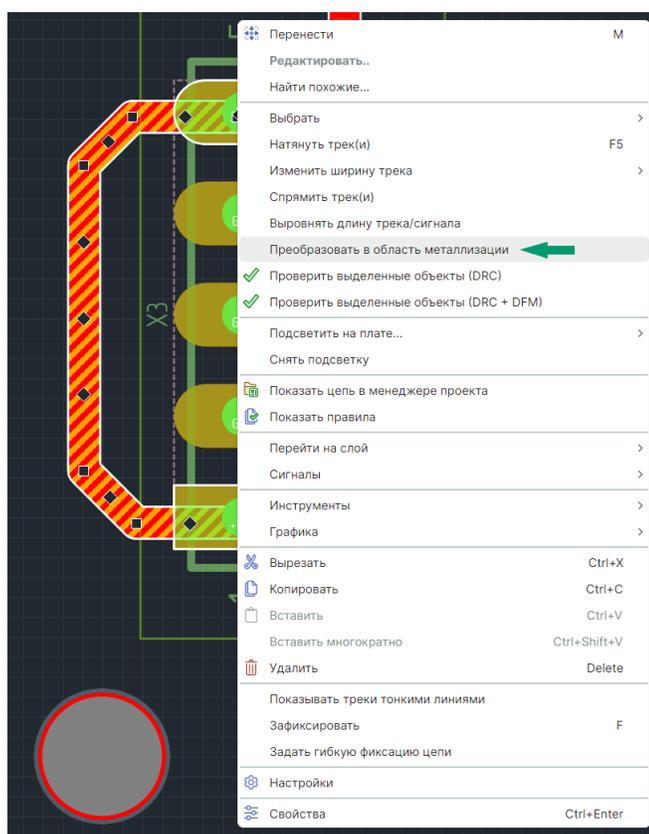

Рис. 437 Преобразование выделенного трека в область металлизации
2. Из контекстного меню выберите пункт «Преобразование в область металлизации», см. Рис. 437.